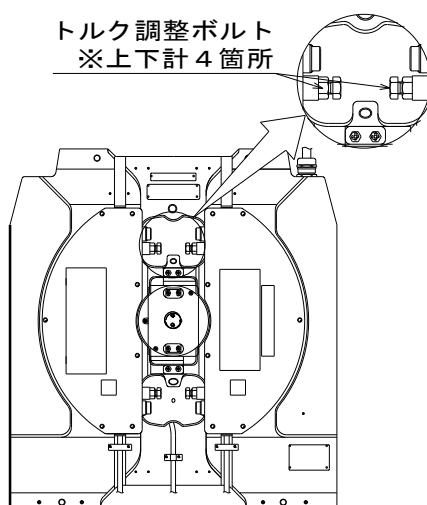

図3-2-2 エシード e2 及びエシードαの場合
- 2) エシード e2/エシードαの場合 : 図3-2-2を参照